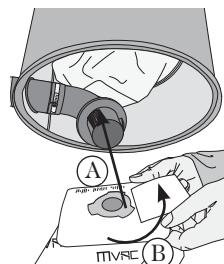

figure 15
4. Assurer l'étanchéité en insérant le sac jusqu'à la bague de rétention (**figure 15-B**). Effectuer une rotation du sac d'environ 20°, vous assurant que les coches du sac ne sont plus alignées avec les pointes de l'adaptateur (**figure 15-B**).